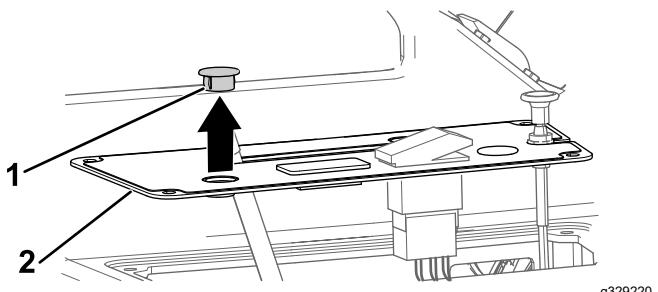

Bild 4
2. Entfernen Sie die runde Blende von der Armaturenbrettabdeckung (**Bild 4**).